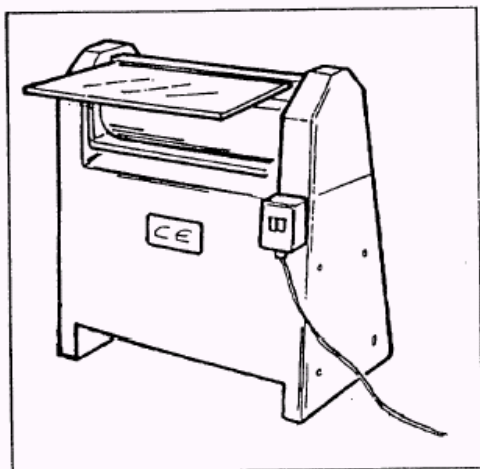
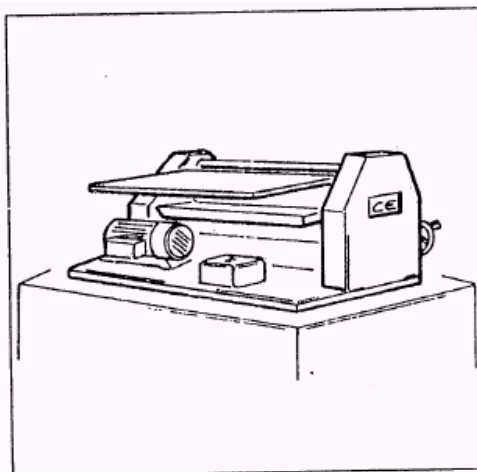

Рис.1
Рис.2
- В том случае, если Инструкция по эксплуатации будет потеряна или повреждена, клиент может заказать новую Инструкцию у изготовителя, при этом следует не забыть указать: **СЕРИЮ - МОДЕЛЬ - ГОД ИЗГОТОВЛЕНИЯ - ЗАВОДСКОЙ НОМЕР**, указанные на табличке на передней стороне машины, в центре передней панели (Рис.1) или на боковой стенке (Рис.2).